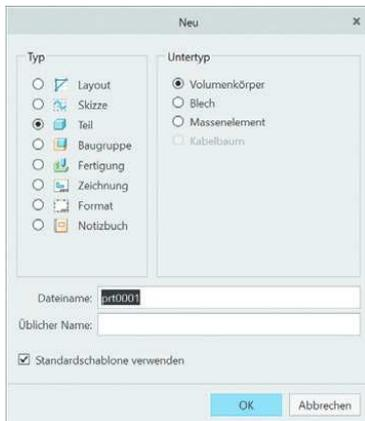

Bild 3.2 Auswahlfenster zum Erstellen neuer Creo-Dateien
Schritt 2 – neues Teil anlegen: Haben Sie das Arbeitsverzeichnis definiert, erstellen Sie ein neues Einzelteil. Dies erfolgt, wie in Kapitel 2 beschrieben, über die Funktion *Neu*. Wählen Sie im erscheinenden Dialog den Typ *Teil* und den Untertyp *Volumenkörper*, setzen Sie den Haken für *Standardschablone verwenden*, und drücken Sie auf *OK* (siehe Bild 3.2).